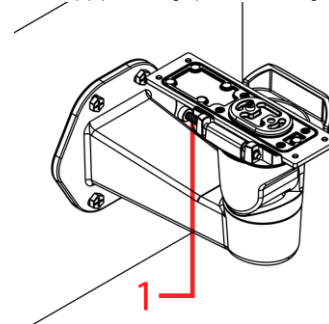

Abbildung 4
- Drücken Sie den Stift (1) (Abbildung 4) vom Halterungsarmscharnier herein.